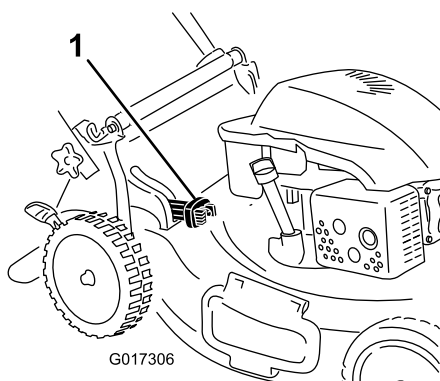

Figura 18
- Para ensacar los recortes de hierba y hojas, presione hacia dentro el botón de la palanca de ensacado a demanda y mueva la palanca hacia delante hasta que salga el botón de la palanca (Figura 18)